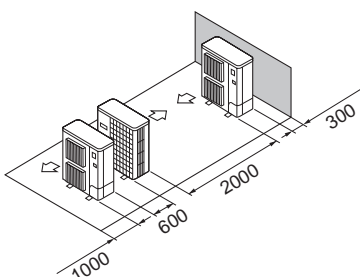

Fig. 2-16
- ⑤ Einzelanlagen in paralleler Anordnung (Fig. 2-16)